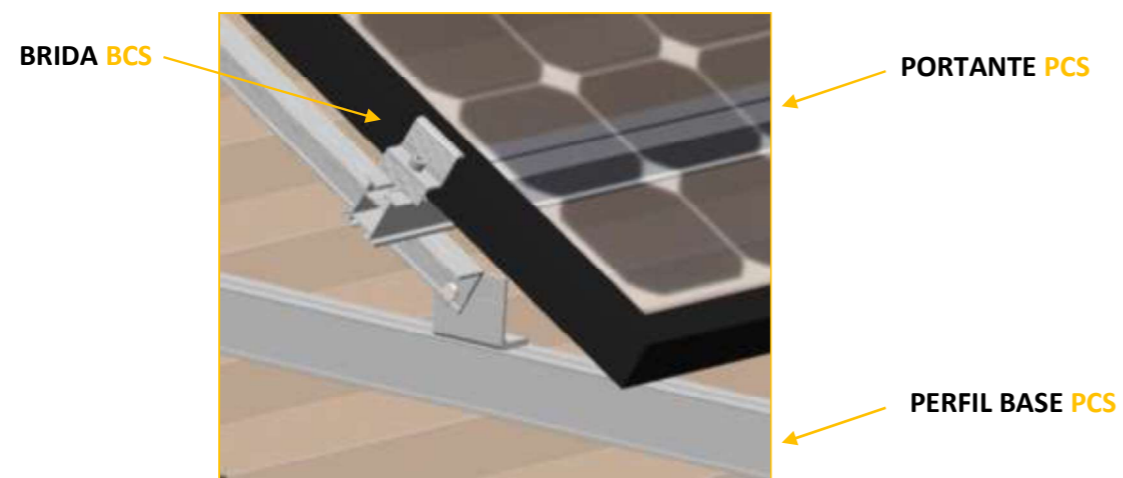

Figura 3.
- Por último se coloca el módulo fotovoltaico sobre los perfiles portantes con las correspondientes bridas **BCS** (figura 3).